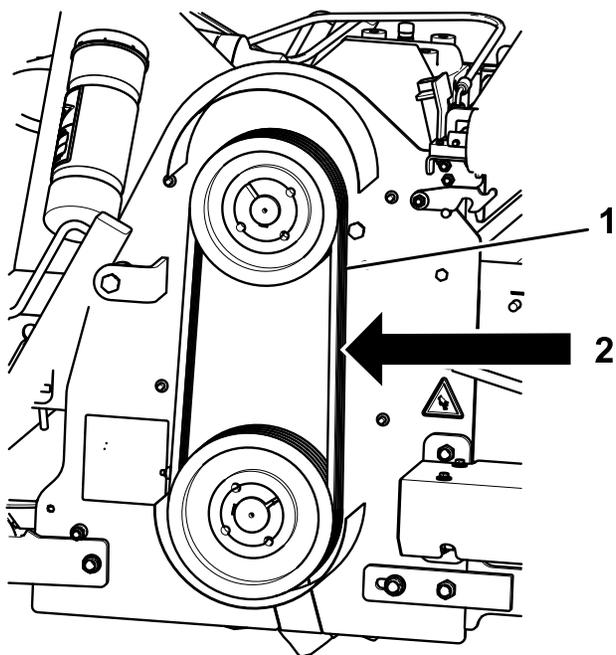

Figure 32
2. Contrôlez la tension des courroies trapézoïdales en exerçant une pression de 7,5 kg (16½ po) au niveau du point A. Lorsque la tension des courroies est correcte, chacune présente une flèche de 12,4 mm (½ po) (Figure 32).